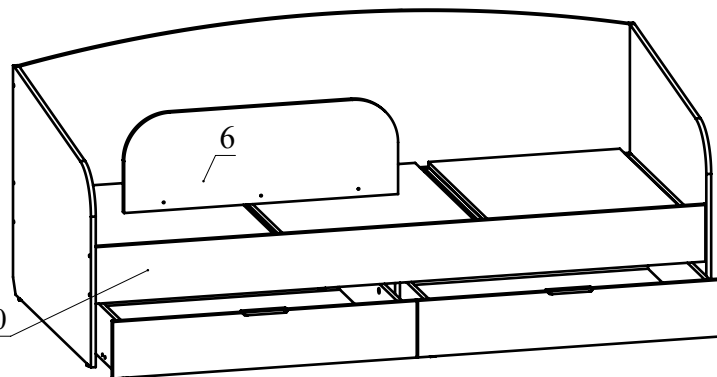

Рис.10
11. При необходимости установите борт. Соедините деталь 6 с деталью 2 от СЛ-310 при помощи шурупов 4x30 мм (Рис.10).